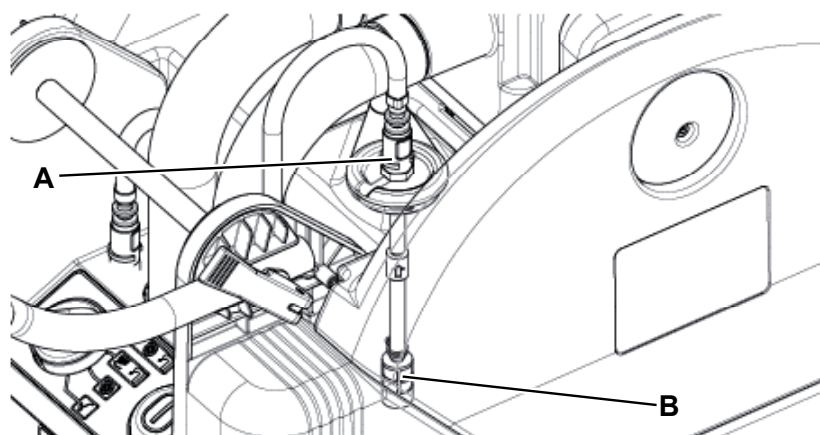

Figure 4
2. Vérifier que le câble d'alimentation (10) est branché au réseau électrique.
3. Retirer le bouchon du tube d'immersion (A, Fig. 4), retirer avec soin le tube du réservoir et nettoyer le filtre (B) à l'eau. Si besoin est, enlever le filtre et le remplacer.